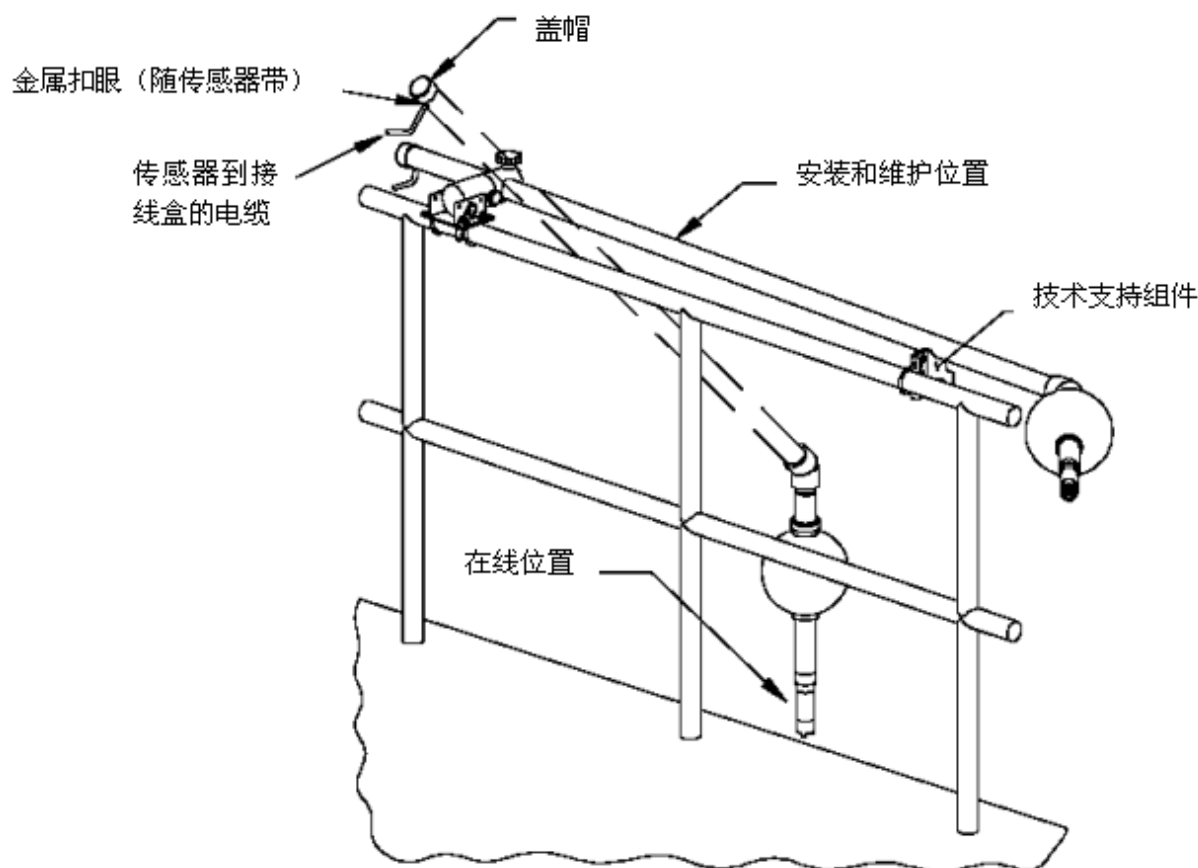

图 2-3 传感器安装——浮球安装硬件
2. 参考图 2-3，将浮球组件 45° 肘安装到长安装硬件管道的螺纹端。